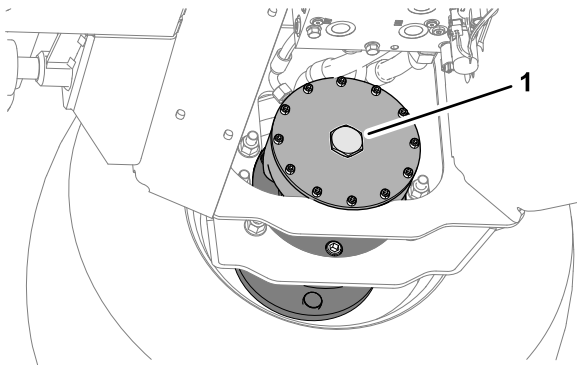

Figura 38
2. Instale el tapón hexagonal en la placa del extremo del motor (Figura 38).